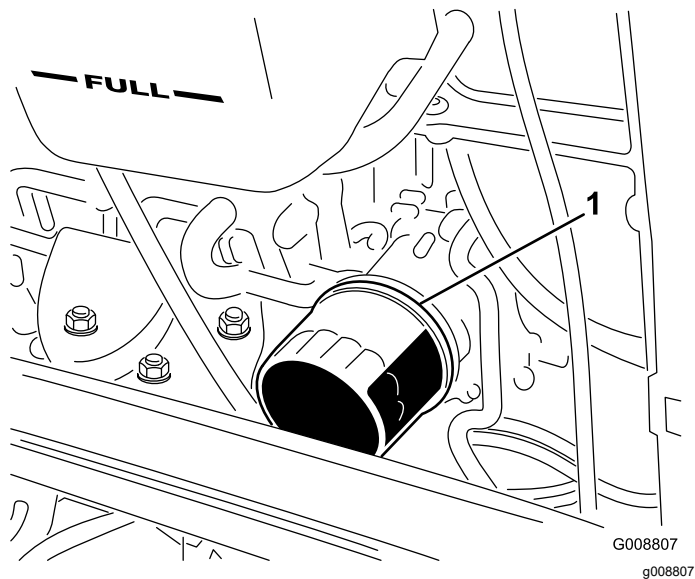

Figura 57
2. Retire el filtro de aceite (**Figura 57**). Aplique una capa ligera de aceite limpio al filtro nuevo antes de enroscarlo. No apriete demasiado.